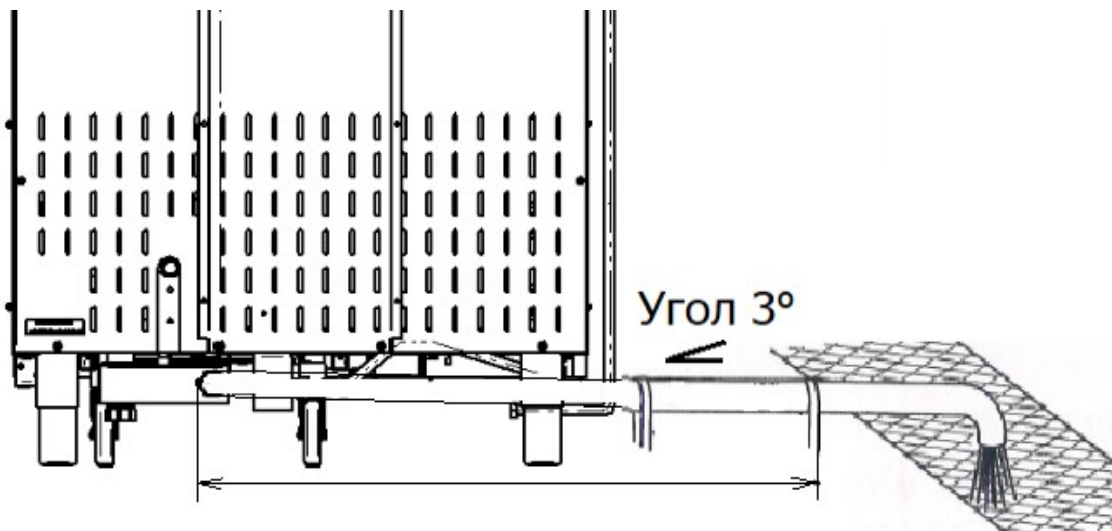

Рис. 6 Подключение пароконвектомата к канализации – слив в трап.
- канализация для подключения пароконвектомата одним из способов подключения указанными на рис. 6...8;